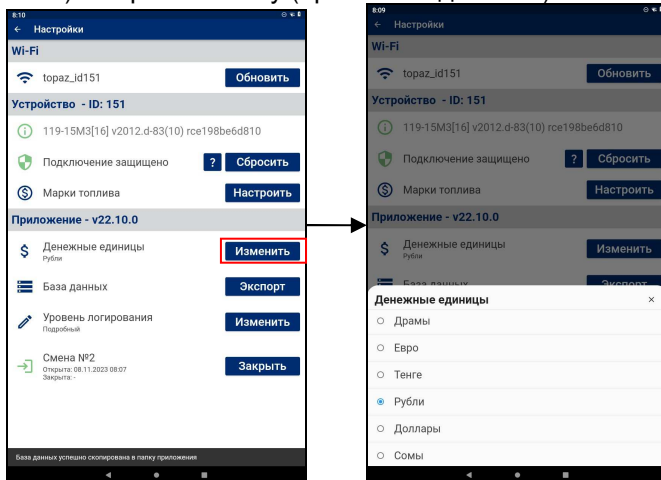

Рисунок 6
– в строке "Денежные единицы" выбрать "Изменить", из появившегося списка (рисунок 6) выбрать валюту (при необходимости).